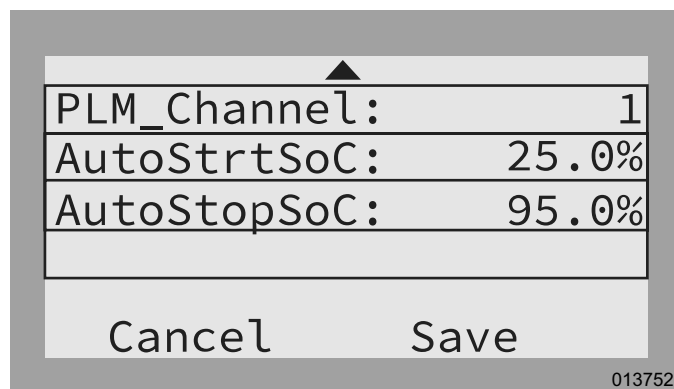

Figura 3-13. Ejemplo en la pantalla del punto de ajuste del PWRgenerator
5. Consulte la Figura 3-13. Pulse las teclas de flecha arriba y abajo para recorrer hasta la parte inferior de la lista y seleccionar Save (Guardar). Pulse el botón central.